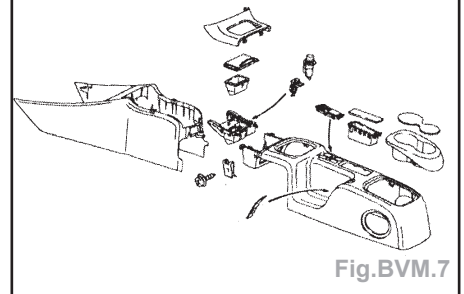

Fig.BVM.7
- le recouvrement du levier de vitesses (montage jusqu'au 28/02/2001) (Fig.BVM.7),